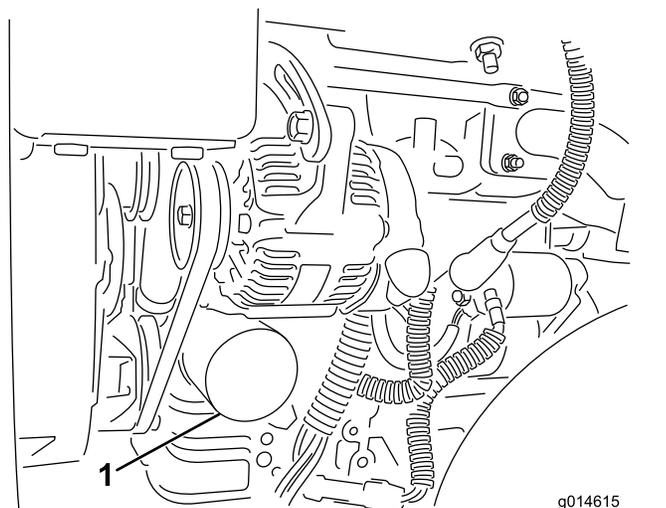

Figure 37
2. Déposez le filtre à huile (Figure 37). Appliquez une fine couche d'huile sur le joint du filtre de recharge.